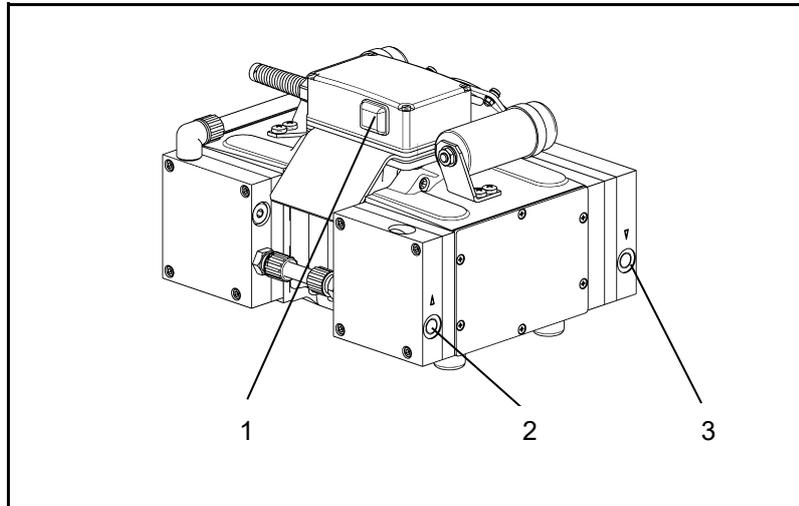
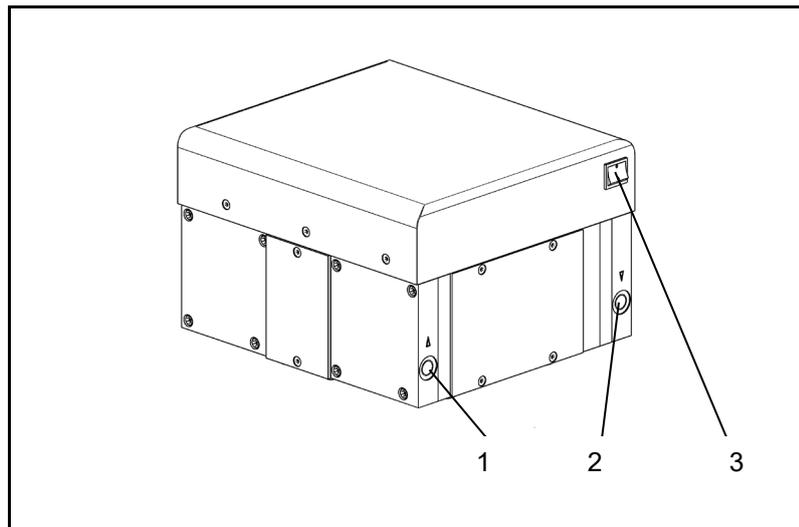
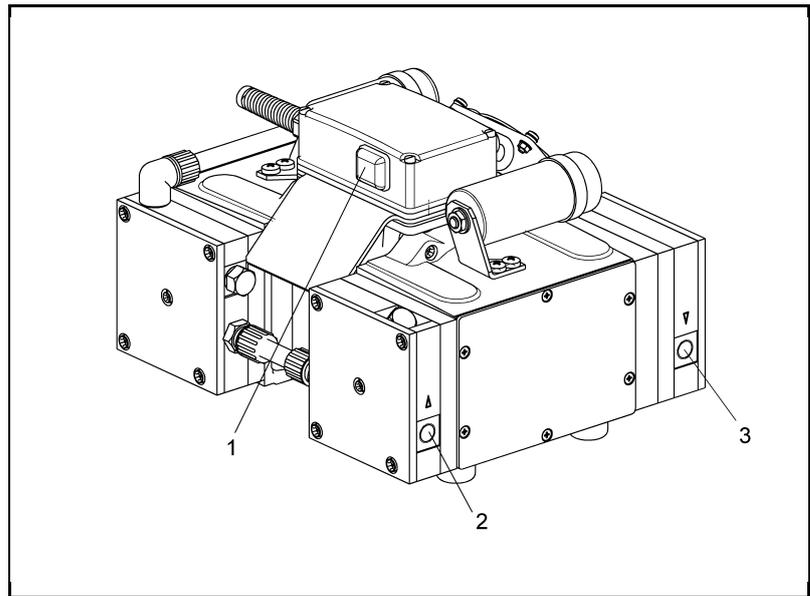

Abb. 1: Membranpumpe N 940.5 APE
Abb. 2: Membranpumpe N 940.5 APE-W
Abb. 3: Membranpumpe N 940.5 TTE
- Ein- und Ausschalten → Ein- und Ausschalten der Pumpe mit dem Netzschalter (siehe Abb. 1 (N 940.5 APE), Abb. 2 (N 940.5 APE-W) oder Abb. 3 (N 940.5 TTE) in Kapitel 5).